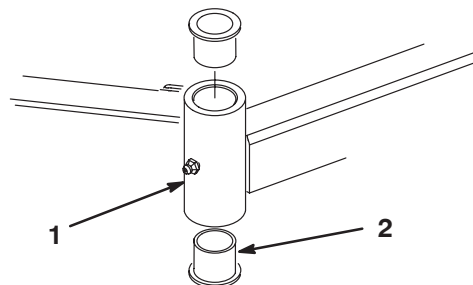

Figure 85
4. Insérez un chasse-goupille dans le haut ou le bas du tube de montage et chassez la bague hors du tube (Fig. 85). Chassez ensuite l'autre bague. Nettoyez l'intérieur des tubes de montage.